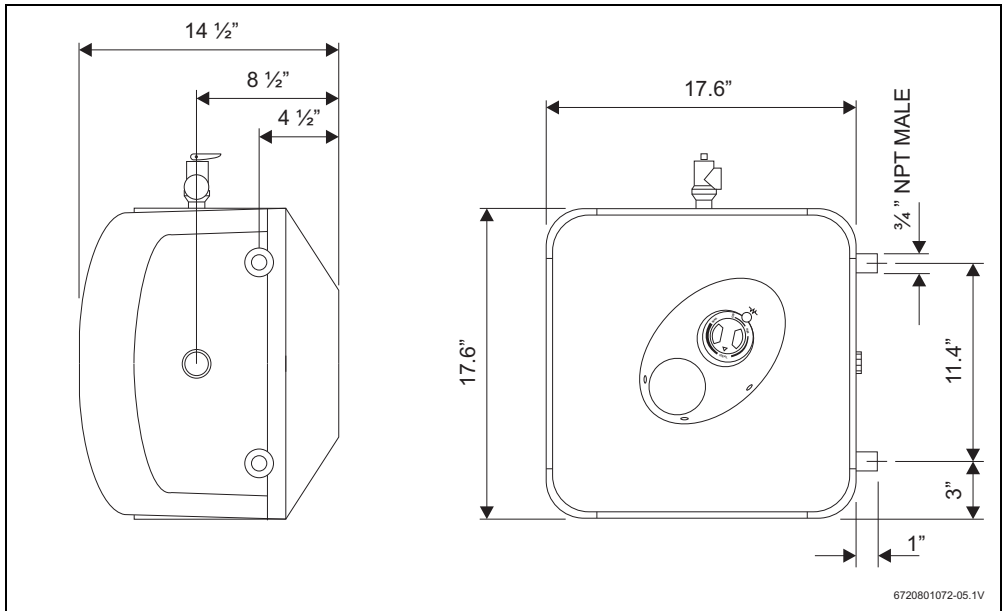

Fig. 7
- ▶ La válvula de alivio de temperatura y presión suministrada deberá instalarse en la parte superior. En la →Fig. 7 puede ver la ubicación de la válvula de alivio de T y P.